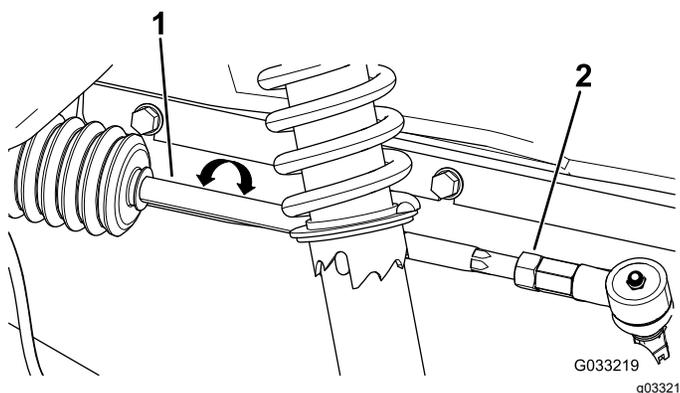

Figura 60
4. Se la misura non rientra nel campo specificato di 0–6 mm, allentate i controdadi all'estremità esterna dei tiranti (Figura 60).